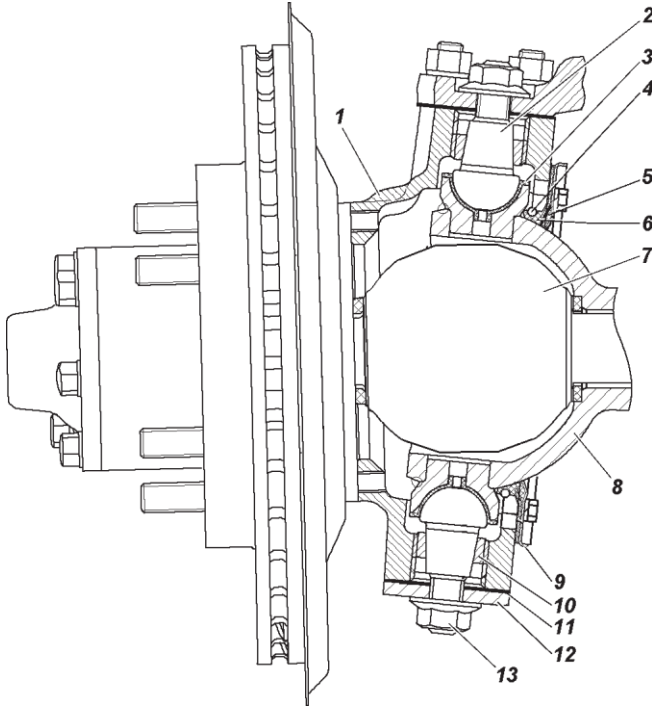

Fig. 9.17 Muñón de dirección y cubo:
**La regulación del apriete de los pivotes 2 (fig. 9.17) del muñón de dirección** en la fábrica se realiza con tensado previo a lo largo del eje común de los pivotes.